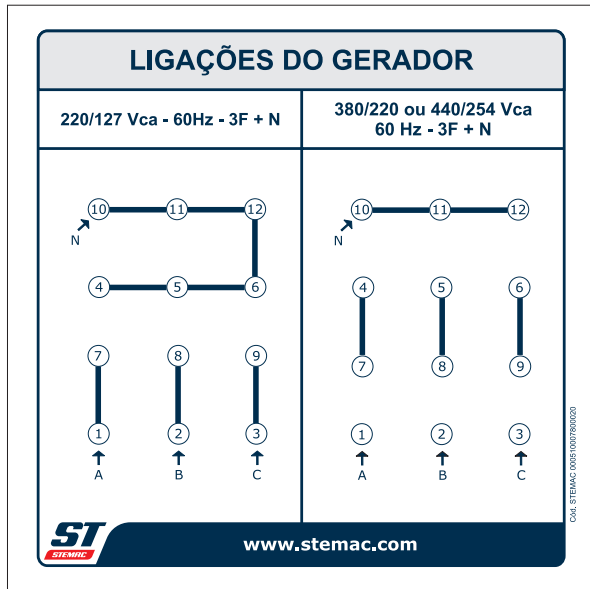

Figura 7
- Ligações do gerador conforme tensão do Equipamento (grupo gerador) (Figura 7).